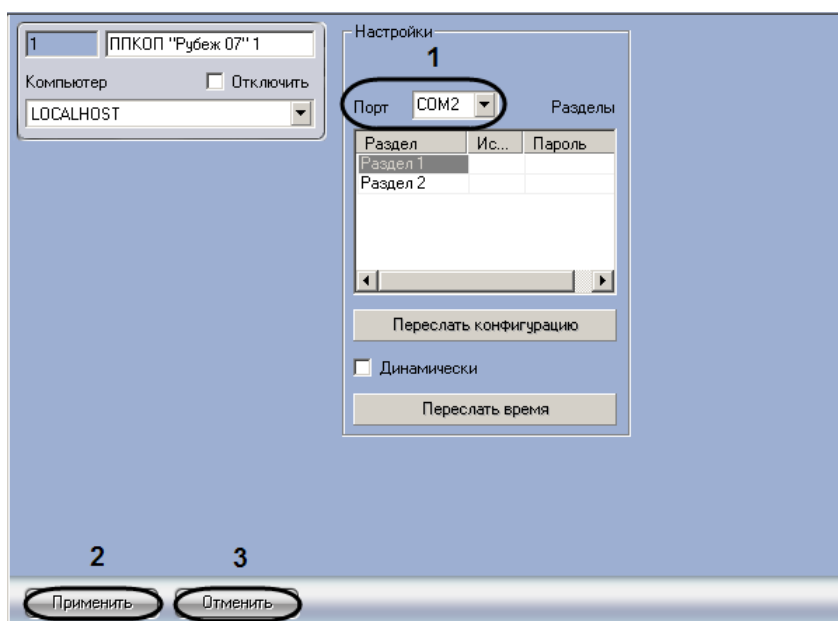

Рис. 3.2-2 Настройка подключения прибора Рубеж-07
1. Перейти на панель настроек объекта **ППКОП “Рубеж 07”** (Рис. 3.2-2).
2. Из раскрывающегося списка **Порт** выбрать COM-порт подключения прибора *Рубеж-07* к Серверу (см. Рис. 3.2-2, 1).
3. Для сохранения изменений нажать кнопку **Применить** (см. Рис. 3.2-2, 2).
Примечание. Для отмены изменений необходимо нажать кнопку **Отмена** (см. Рис. 3.2-2, 3).